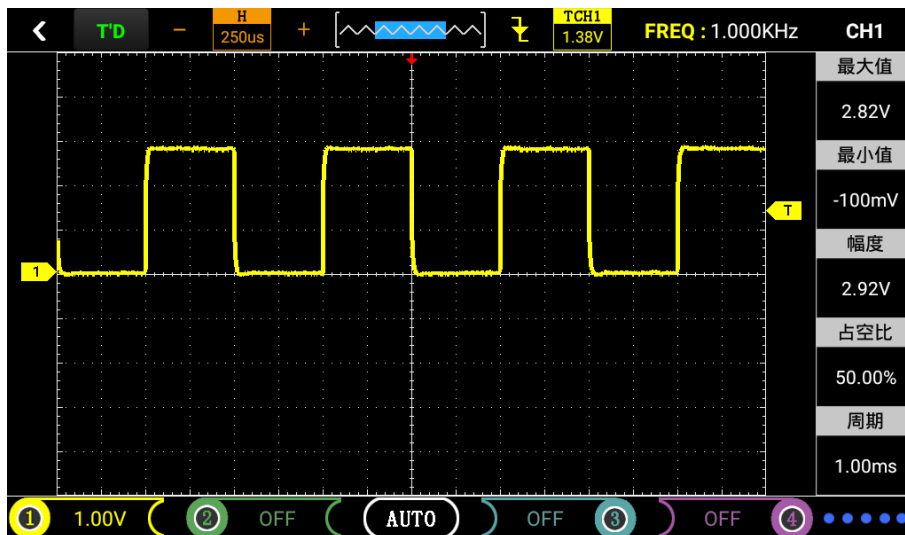

图3-3
- 未发现信号，则将通道1接入一信号，点击下“**AUTO**”按钮。如图3-3所示：